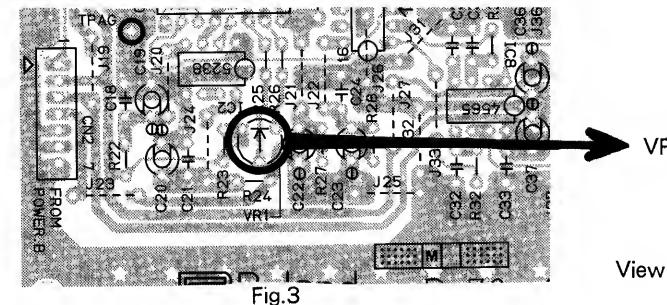

Fig.3
4. At this time, adjust VR1 (on the analog board) to minimize audible distortion. (Figure 3 shows the location of VR1.)
4. この時、聴感上で音の歪が最も小さくなるようにVR1 (Analog Board上) を調整して下さい。(VR1の位置は、Fig.3を参照して下さい。)